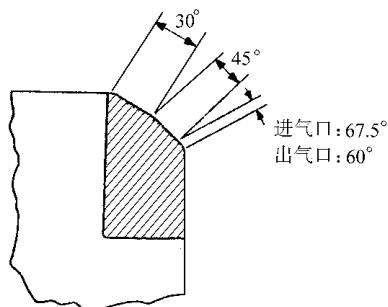

图 2-123 气门座角度
- 4) 如图 2-123 所示角度铣出上角与下角。检查气门座的宽度，并作相应的调整。